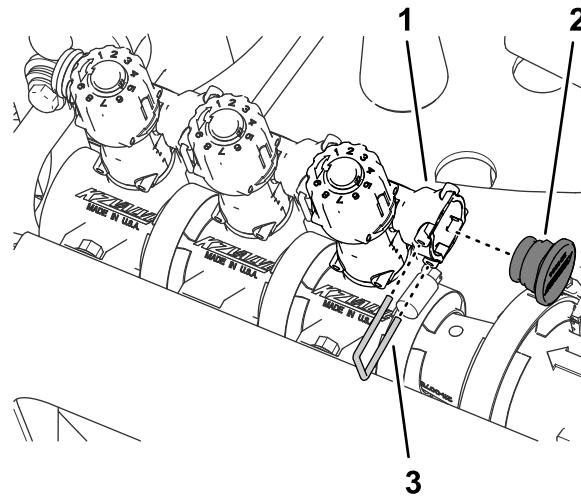

Bild 67
8. Setzen Sie den Stöpsel in die Schnellanschluss- buchse des Sicherheitsventils (Bild 67).
9. Befestigen Sie den Stöpsel mit dem Halter, den Sie in Schritt 3 entfernt haben, an der Schnellanschlussbuchse (Bild 67).